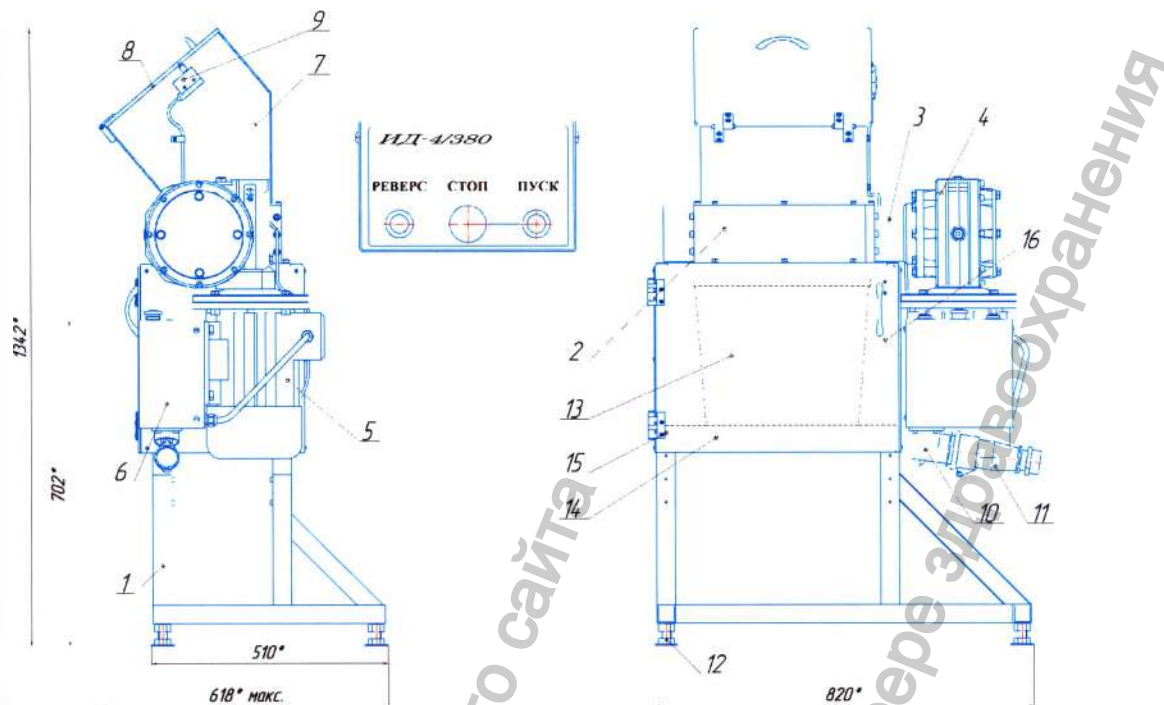

Рис. 1 Общий вид измельчителя-деструктора.
- 3.1 Общий вид измельчителя показан на рис. 1.